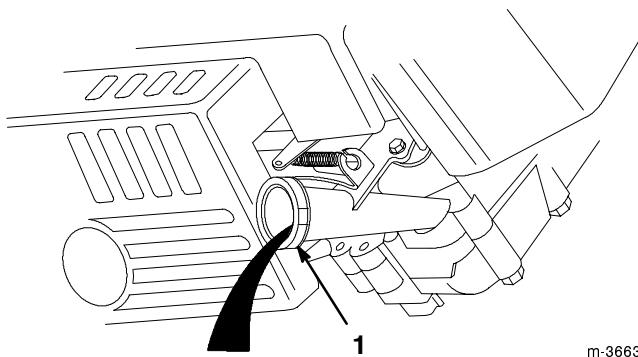

Figure 21
- Basculez la tondeuse sur le côté **gauche** (filtre à air en haut) pour permettre à l'huile de s'écouler dans le bac de vidange (Fig. 21).